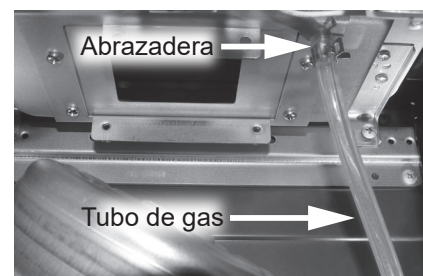

Figura 151 - Desconexión del tubo transparente de gas
- 43** Ubique el transparente de gas conectado a la válvula de gas y al intercambiador de calor principal. Desconecte el tubo transparente de gas del conjunto de intercambiador de calor principal. Consulte la Figura 151.
76 Ubique el tubo transparente de gas que se desconectó anteriormente en el **Paso 43**. Conecte el tubo transparente de gas al intercambiador de calor principal. Consulte la Figura 151.